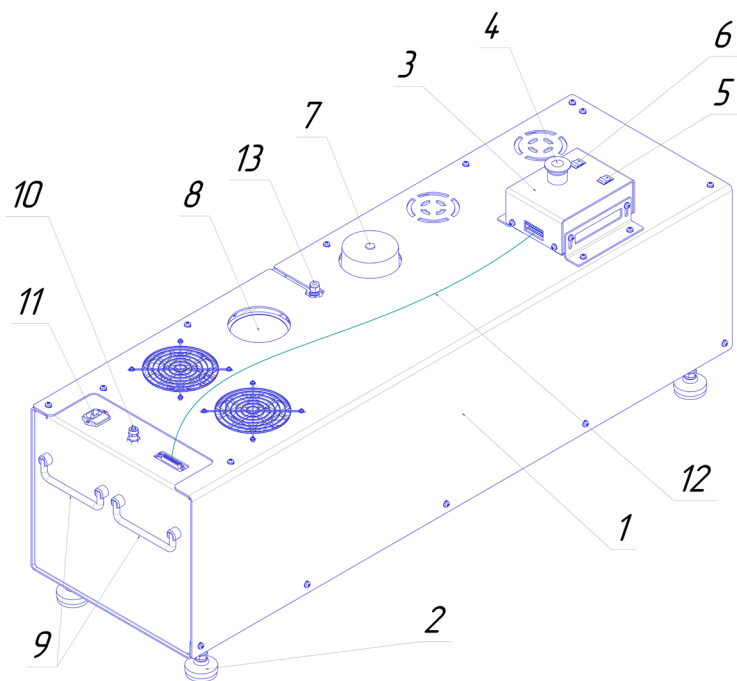

Рис.1.
4.1 Внешний вид усилителя показан на Рис. 1.